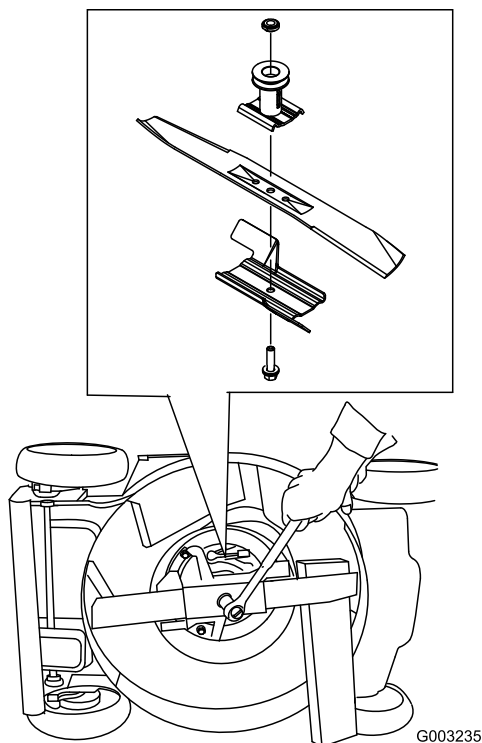

Figura 41
3. Utilice un bloque de madera para inmovilizar la cuchilla (Figura 41).